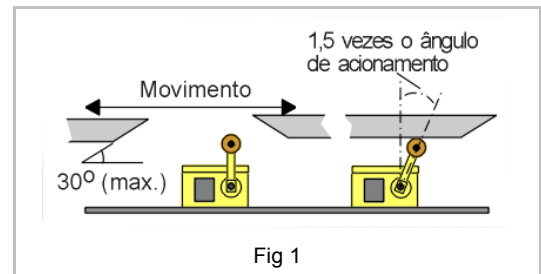

Fig 1
- Os batentes devem ter uma altura tal que o ângulo de deslocamento do braço seja cerca de 1,5 vezes o ângulo de acionamento. (fig. 1)